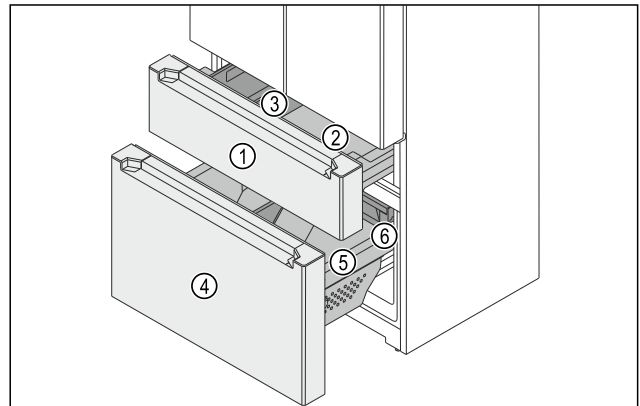

Fig. 126 Auszugswagen Gefrierfachteil
- (1) Oberer Auszugswagen
- (2) Behälter
- (3) FlexBox
- (4) Unterer Auszugswagen
- (5) Behälter
- (6) Schubfach
Das Gefrierfach besteht aus zwei Auszugswagen. Im oberen Auszugswagen Fig. 126 (1) sind ein Behälter Fig. 126 (2) und eine FlexBox Fig. 126 (3). Im unteren Auszugswagen Fig. 126 (4) sind ein großer Behälter Fig. 126 (5) und ein Schubfach Fig. 126 (6). Sie können die FlexBox und den Behälter im oberen Auszugswagen zur Reinigung entnehmen.